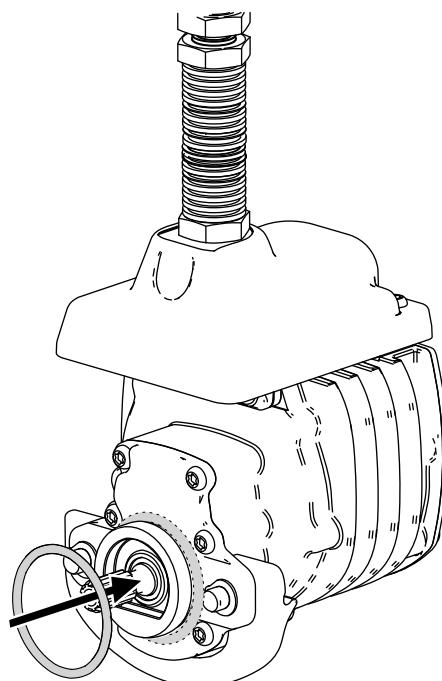

Bild 8
- Legen Sie einen O-Ring auf jeden Spindelmotor, wie in **Bild 8** abgebildet.